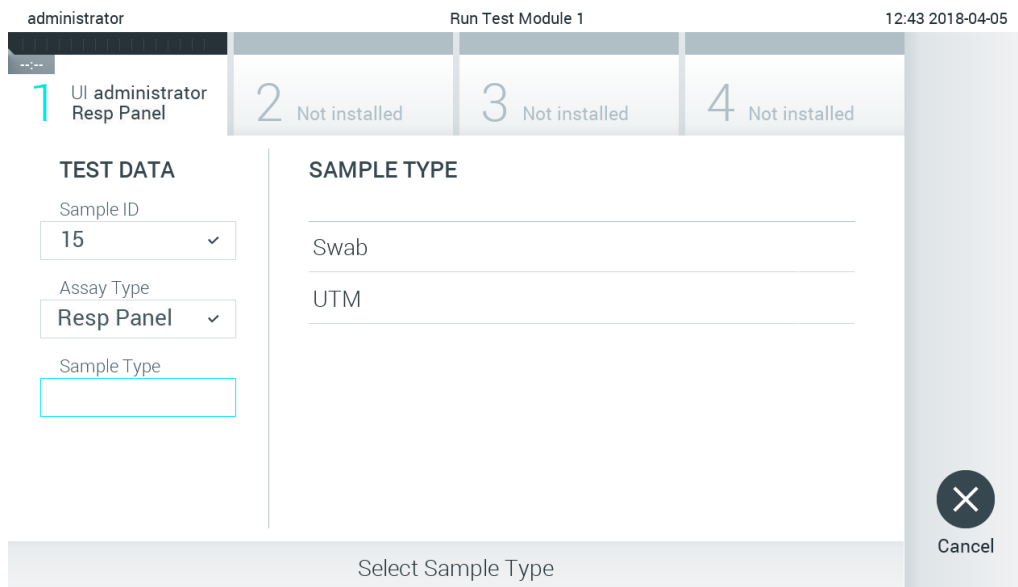

図 85. サンプルの種類を選択。
5. Assay Type（アッセイの種類）フィールドに自動的に入力され、必要に応じて、適切な Sample Type（サンプルの種類）をリストから手動で選択する必要があります（図 85）。